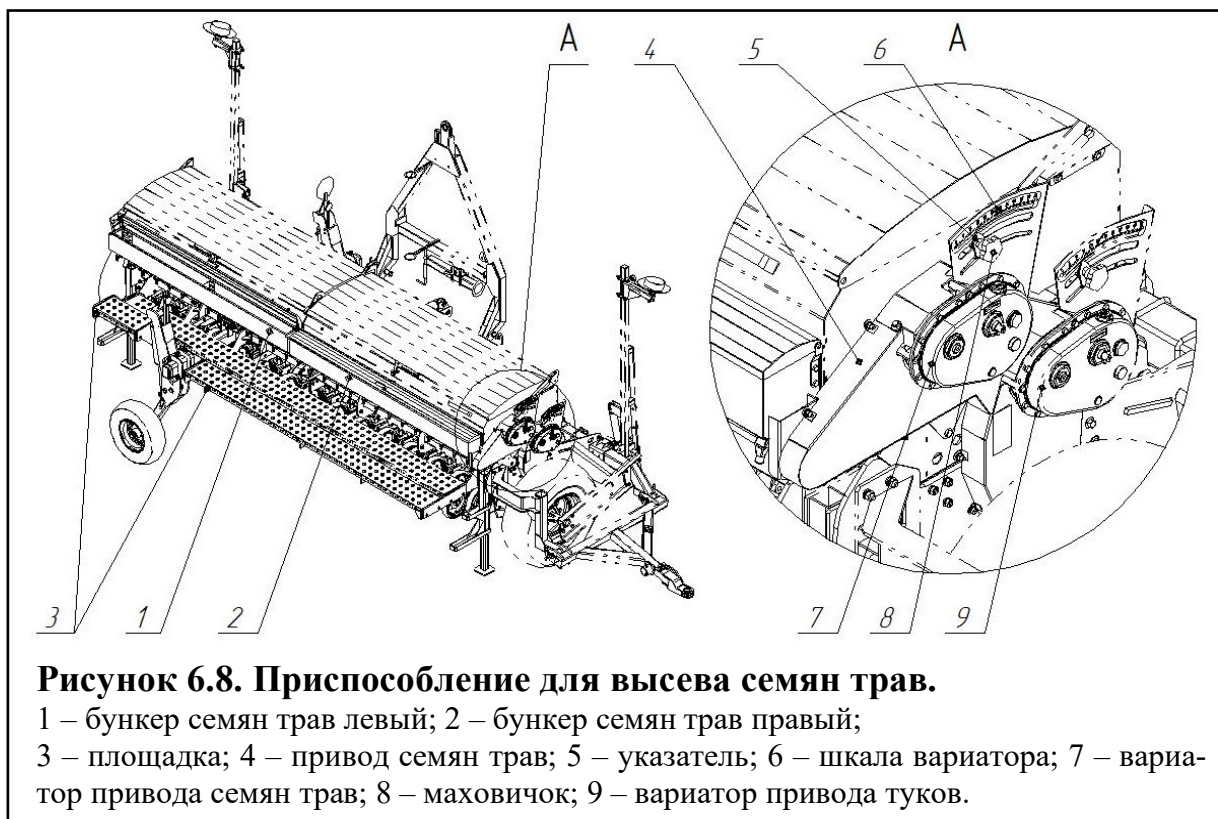

Рисунок 6.8. Приспособление для высева семян трав.
По графику 6.4 определить числовое значение шкалы вариатора, соответствующее требуемой норме высева. Установить указатель (5) на шкале (6) вариатора привода мелкосеменных катушек (7) (рис. 6.8) (справа на бункере) на необходимое деление.
Решение: Найти на оси «норма» графика 6.4 значение 20, подняться вверх до пересечения с линией графика «люцерна». От точки пересечения, проведённой нами линии с линией графика, провести горизонтальную линию. Этим, мы определим положение указателя (5) (рис. 6.8) на шкале (6) вариатора (7). В данном примере необходимое деление: «39».
Для установки нормы высева произвести пробный проверочный высев на месте. Прокрутить привод семян трав (4) (рис. 6.8), для сокращения времени, из расчета посева сеялкой 1/50 га (200 м²).
Установить один мерный лоток на площадку сеялки под правым бункером семян трав (2) (рис. 6.8). Высев производим 14-ю мелкосеменными высевающими аппаратами. Прозрачные трубки семяпроводов освобождаем от гофрированной резиновой части и заводим их в мерный лоток. Семена засыпаем только в правый бункер.
ВНИМАНИЕ: прокрутить вариатор привода катушек туков (9) (рис. 6.8) рукояткой (прилагаемой к сеялке) *по часовой стрелке* 21 оборот. Если прокручивать рукояткой вариатор привода семян трав, то цепь, передающая механическую мощность от вариатора туков вариатору трав, будет провисать и может соскочить.
Если при проверке окажется, что семян высеивается меньше или больше требуемой нормы, повторить прокрутку, изменив положение указателя (5) (рис. 6.8) на шкале (6) вариатора (7). Проверку осуществлять до достижения желаемой точности нормы.